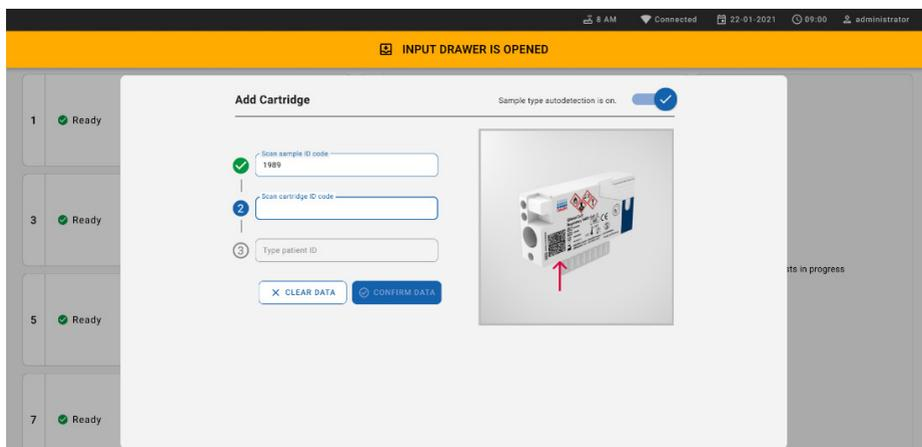

Figure 57. Écran de lecture de l'ID de la cartouche.
8. Après avoir saisi l'ID du code-barres sample ID (l'ID d'échantillon), balayez le code-barres de la QIAstat-Dx Respiratory SARS-CoV-2 Panel Cartridge à utiliser (position indiquée par la flèche). Le QIAstat-Dx Rise reconnaît automatiquement le dosage à effectuer, en fonction du code-barres de la QIAstat-Dx Respiratory SARS-CoV-2 Panel Cartridge (figure 57).